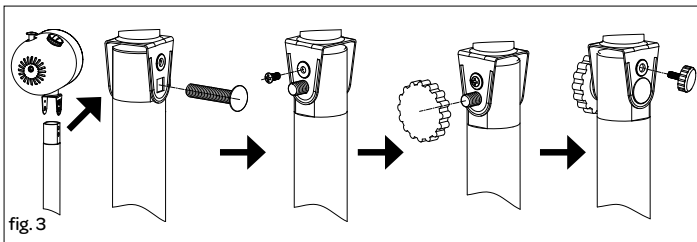

fig. 3
3. Placez la partie moteur sur le support et fixez-la à l'aide des vis selon les dessins - fig. 3.